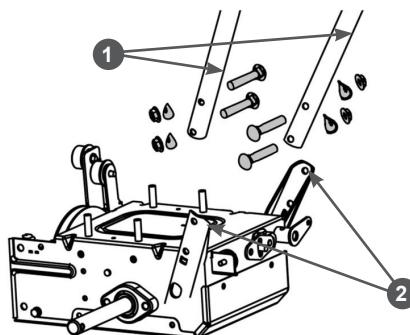

Рис. 3 Установка рукояток ST553
- Установите рабочие рукоятки. **ST553:** Совместите отверстия в рукоятках 1 и направляющих 2 рамы, вставьте в отверстия болты и закрутите гайки (Рис. 3).